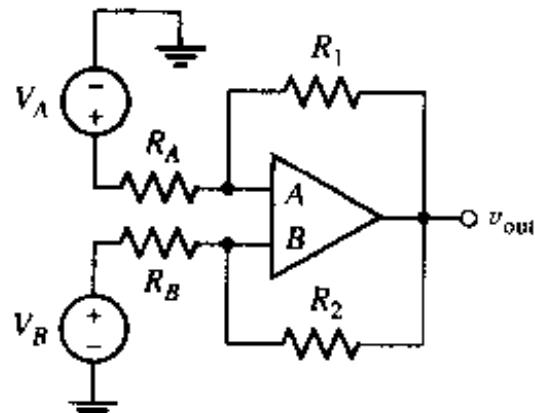

图 6.32
11. 参看图 6.32 中的电路,(a) 如果 $V_A = 0$, $V_B = 1$ V, $R_A = R_B = 10$ kΩ, $R_1 = 70$ kΩ, $R_2 = \infty$ 和 $V_{out} = 8$ V,那么 A 和 B 哪一个端是同相输入端? 解释原因;(b) $V_A = 10$ V 和 $V_B = 0$ V。如果 B 是反相输入端,选取 R_A , R_B , R_1 和 R_2 的值得到输出电压为 20 V;(c) $V_A = V_B = 1$ V, $R_1 = 0$ kΩ 和 $R_2 = \infty$ 。如果测出 V_{out} 为 1 V,那么 A 和 B 那一个端是反相输入端? 请解释。